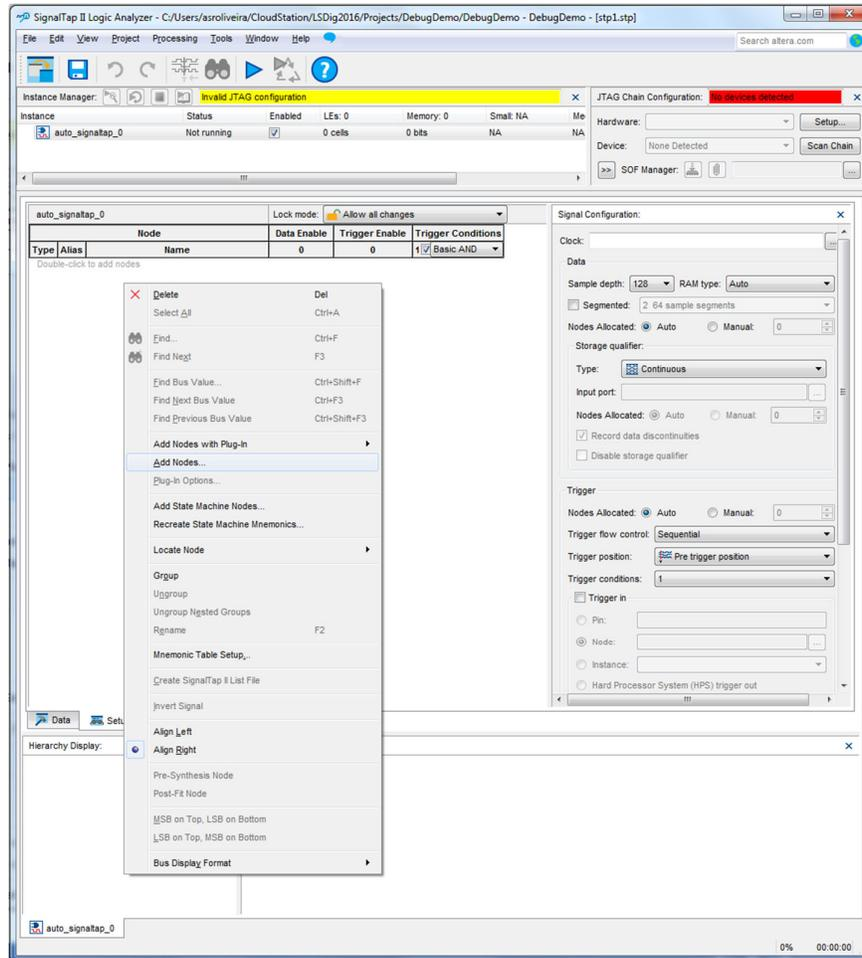
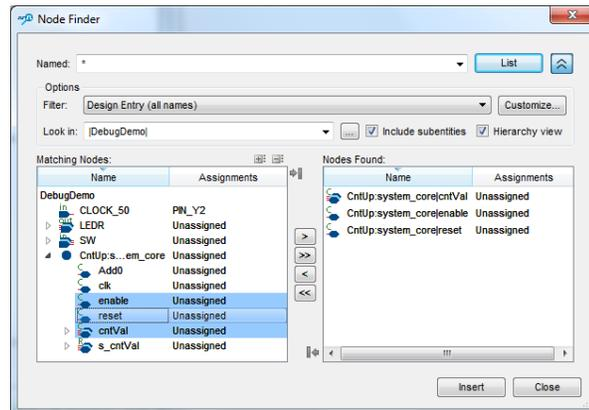

Figura 21 – Aspeto inicial da aplicação “SignalTap II Logic Analyser”.
Figura 22 – Portos do contador selecionados (“reset”, “enable” e “cntVal”).
3. Após a criação do ficheiro do tipo *SignalTap II Logic Analyser File* é apresentada a aplicação da Figura 21, onde devem ser especificados os sinais que se pretende capturar e visualizar, o sinal de *clock* usado para estabelecer a frequência de amostragem dos sinais, o número de amostras capturadas e as condições que disparam a amostragem. A configuração destes parâmetros vai ser descrita nos próximos pontos.
4. O primeiro passo é a adição dos nodos (sinais e portos) do sistema que se pretende capturar. Para tal, deve ser seleccionada a opção “*Add Nodes...*” do menu acessível com o botão direito do rato na área “*Setup*” mostrada na Figura 21. Os portos a seleccionar para captura e visualização no analisador lógico são os apresentados na Figura 22. Selecione a opção “*Design Entry (all names)*” no parâmetro “*Filter*”.